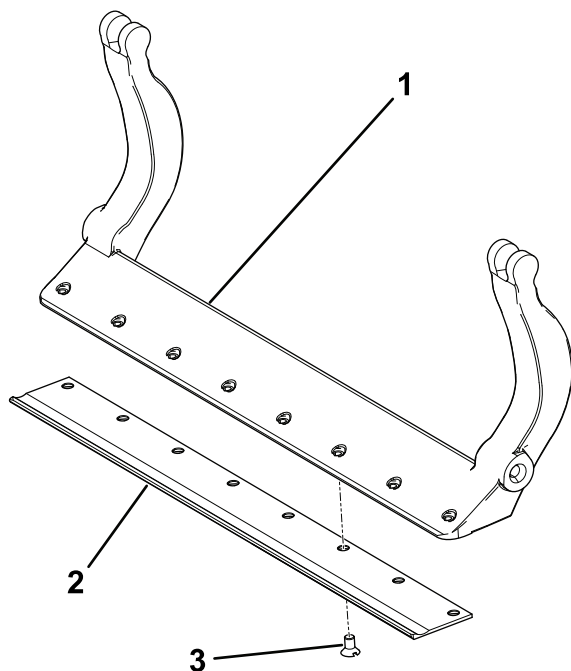

Рисунок 34
3. Нанесите противозадирный состав на винты и установите неподвижный нож на планку неподвижного ножа следующим образом (**Рисунок 34**):
- A. Затяните 2 наружных винта с моментом 1 Н·м; см. **Рисунок 34**.
- B. Затяните винты с моментом 23 до 28 Н·м, начиная от середины неподвижного ножа; см. **Рисунок 34**